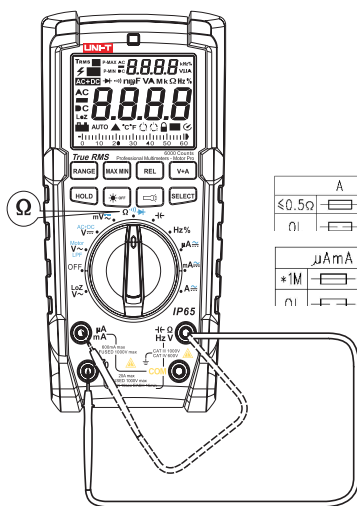

Abbildung 3a
6. Widerstandsmessung und Leitfähigkeitsdetektion (siehe Abbildung 3a)